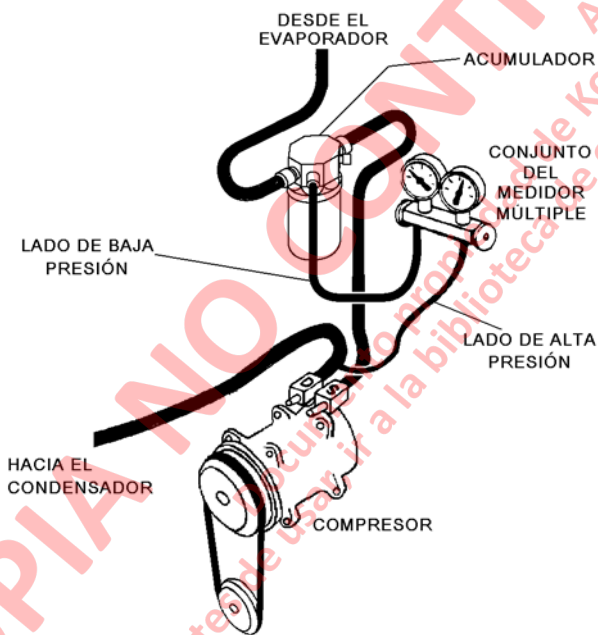

FIGURA 4-9. CONEXIÓN DE LAS MANGUERAS DE SERVICIO
4. Conecte las dos mangueras de servicio del múltiple a las válvulas de servicio correctas en el compresor y el acumulador, como se muestra en Figura 4-9. (El lado de presión alta a la válvula de descarga del compresor y el lado de presión baja al acumulador.) Todavía no abra las válvulas de mantenimiento.